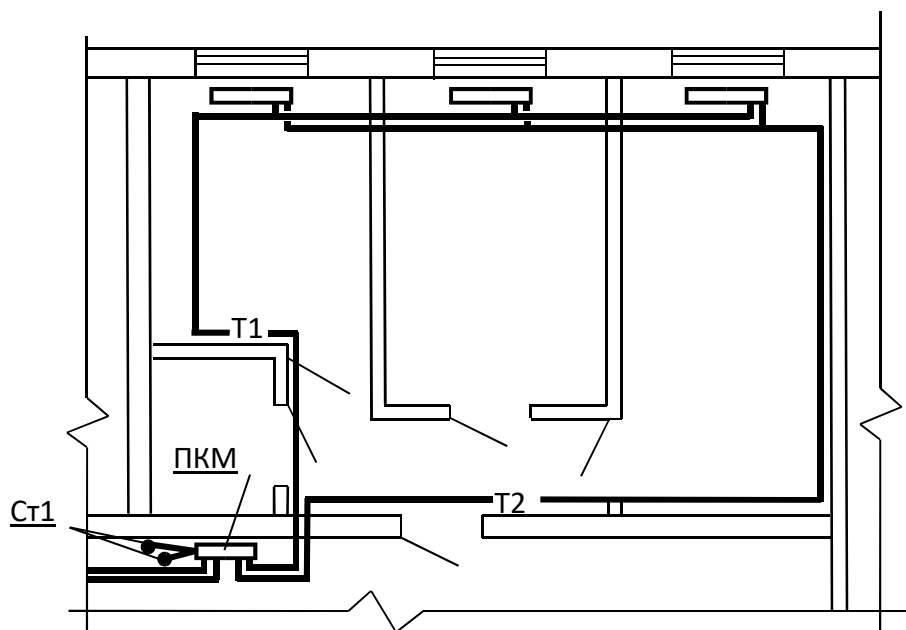

Рис. 4.9. Двухтрубная квартирная разводка с попутным движением теплоносителя
- с попутным (в одном направлении) движением теплоносителя (рис. 4.9) в трубопроводах горизонтальной ветви;